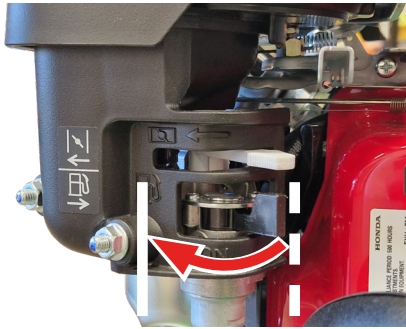

Abb.8C -
3. Den Kraftstoffhebel in die **geschlossene** Position (nach hinten) stellen (Abb. 8C).